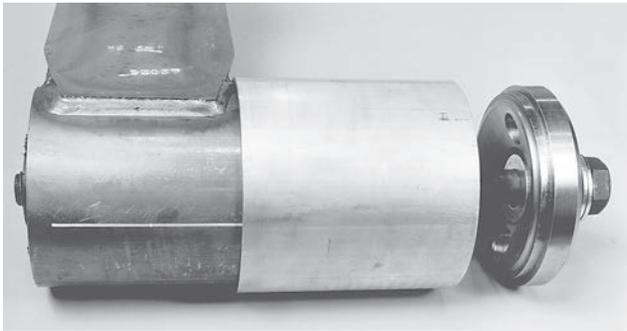

Figura 20: Montando la herramienta en el tubo del buje
7. **Inserte** el tornillo hexagonal de la herramienta parcialmente ensamblada a través del buje hasta que el tubo de transición asiente uniforme en el tubo del buje (Figura 20).